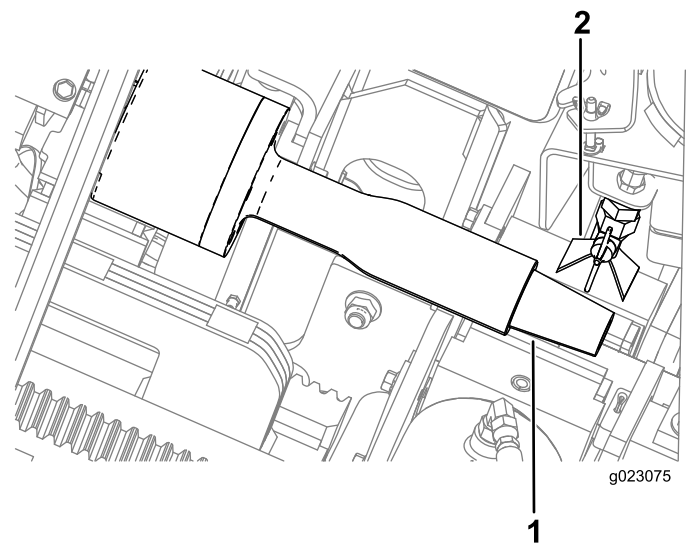

Figura 79
2. Avance o sistema de translação à posição inferior na lança e aplique lubrificante de rosca na rosca do mandril. Em seguida, recue novamente o sistema de translação à extremidade superior da lança (Figura 79).